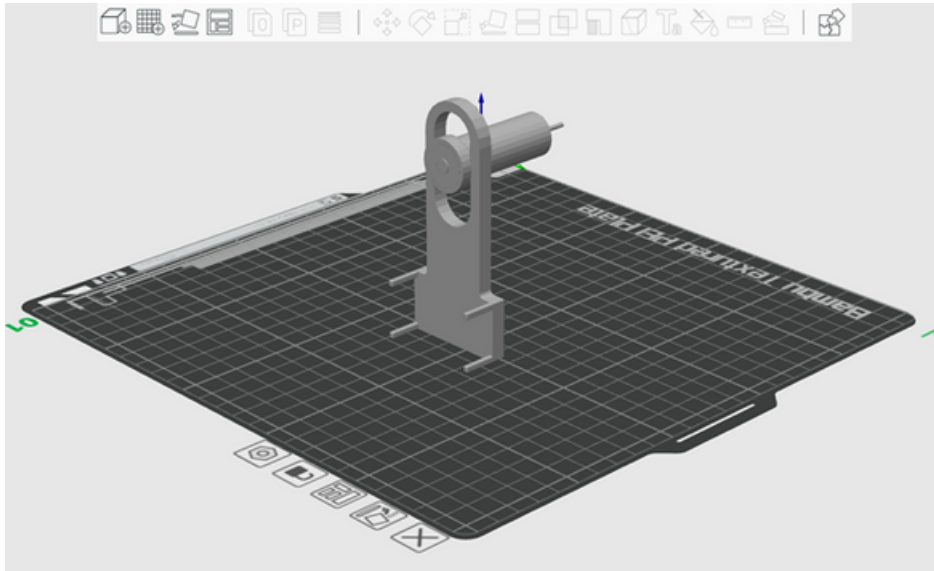

Figura 1.7 Fattore di scala applicato al sensore di distanza
5. Scala del modello: Caricare i disegni 4 e 5 (sensore di distanza e relativo supporto). Utilizzando lo strumento di misura, determinare il fattore di scala necessario per adattare il sensore alla cavità del supporto. Inserire il valore nello strumento di scala mantenendo l'opzione "scala uniforme", come illustrato nella figura 1.7.